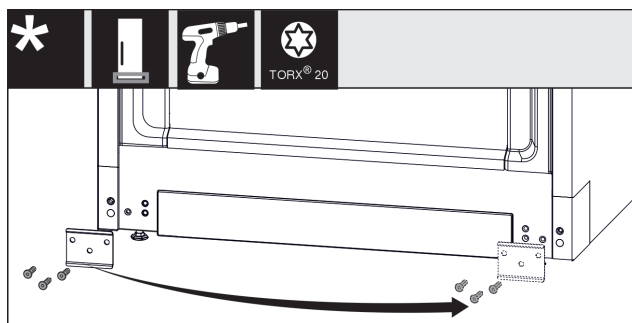

Fig. 14
- Svitare la lamiera Fig. 14 (1), girarla sull'alto lato e riavvitarla.